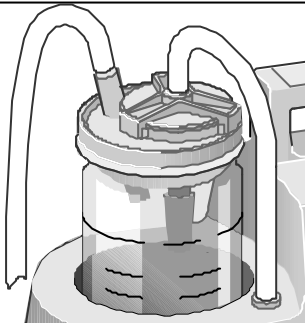

Bild 5.
- Entfernen Sie die Anschlusschläuche (Saugschlauch und Geräteanschlusschlauch (Bild 5)).